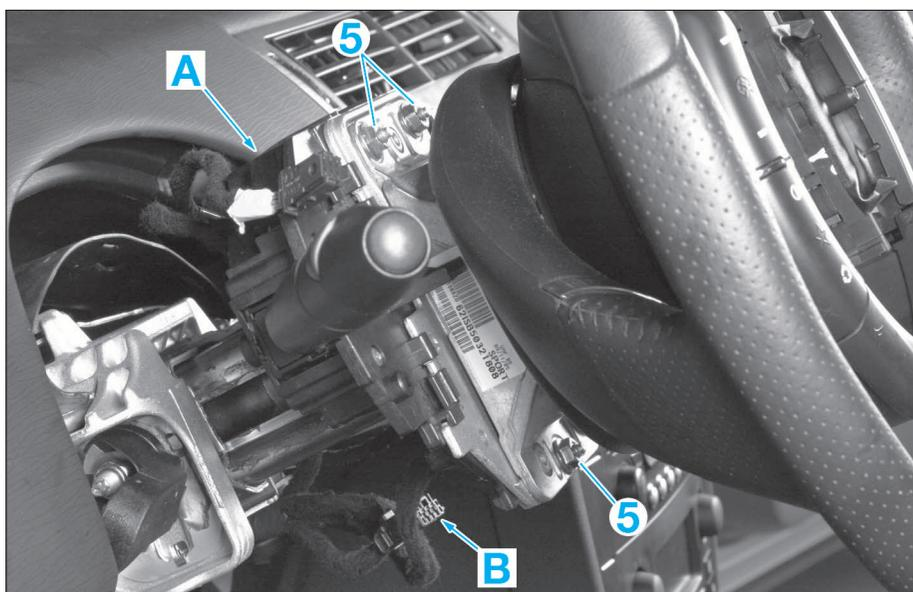

FIG. 2
- Déposer le bandeau inférieur gauche (1).
- Déposer les gaines supérieure (2) et inférieure (3) de la colonne de direction.
- Déconnecter les connecteurs en "A" et "B" (Fig.2).
- les écrous (5) (Fig.2),